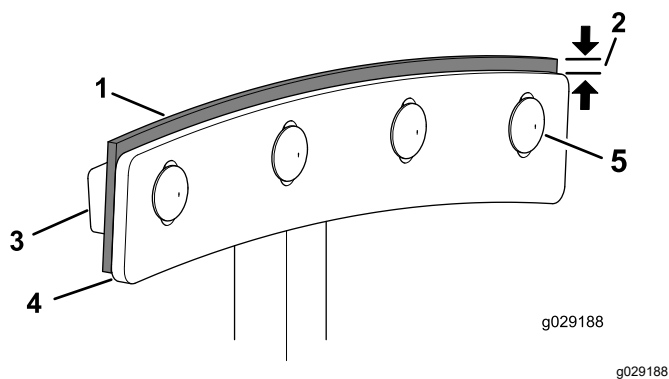

Figura 72
4. Afloje los pernos de cabeza redonda y las contratuercas prensadas que sujetan la hoja de la paleta y la escobilla a la paleta (Figura 72).